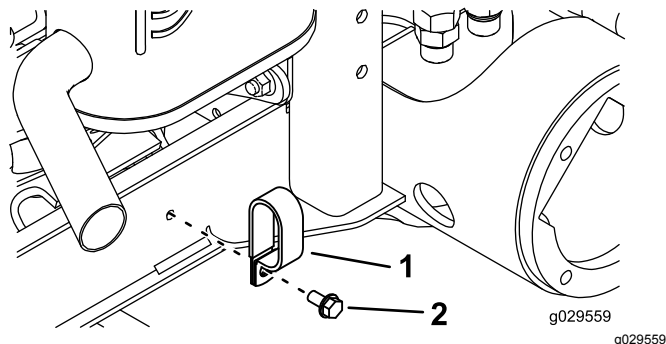

Figura 32
4. Retire el perno que sujeta la abrazadera al canal del bastidor en el lado derecho de la máquina (Figura 32).